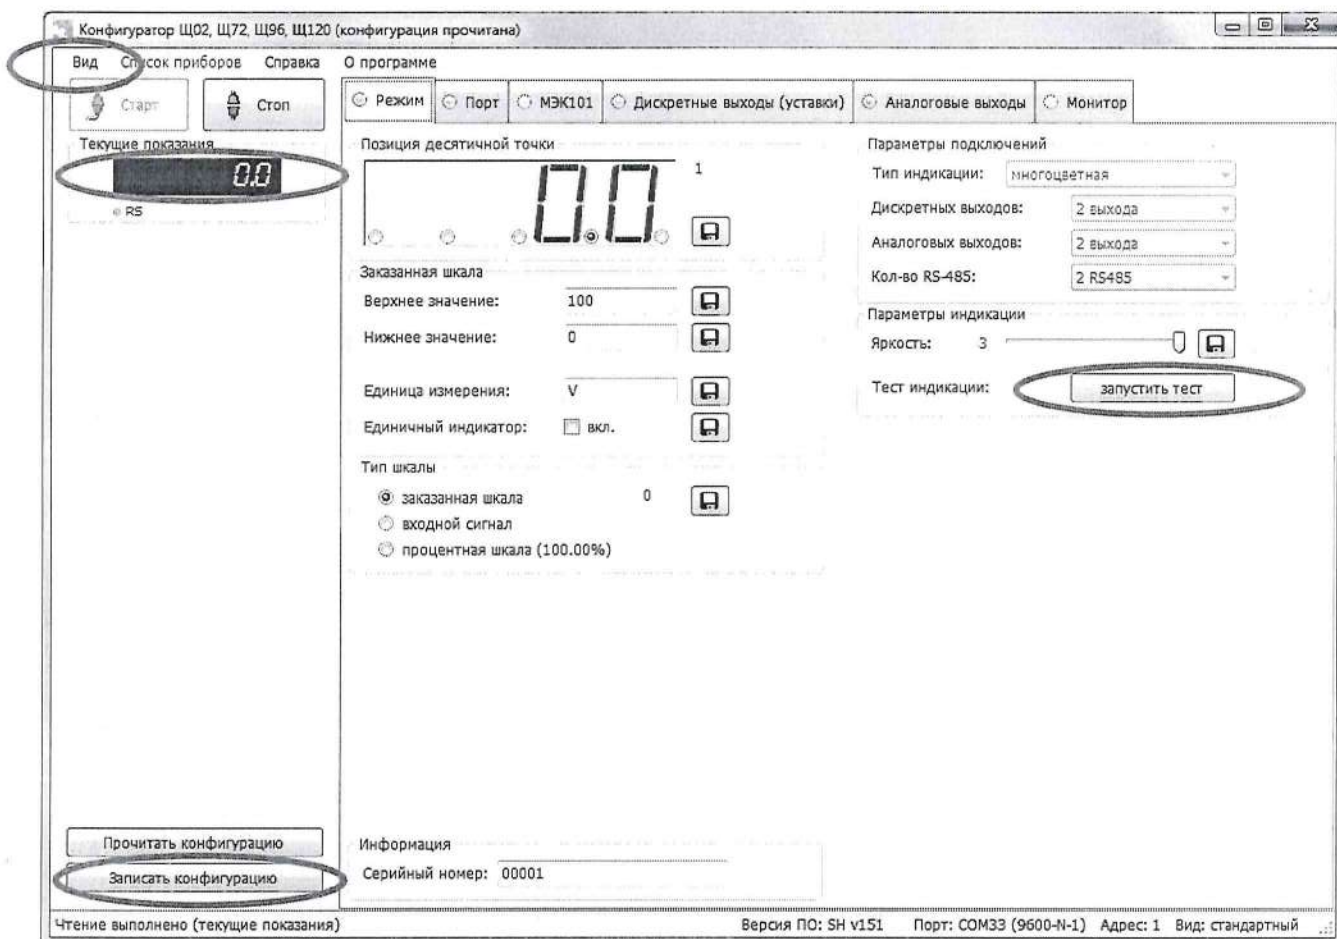

Рисунок 4.1 – Конфигуратор Щ (вкладка «Режим», стандартный вид)
Выбор вида программы осуществляется во вкладке «Вид» (рисунок 4.1).
- а) стандартный вид программы (рисунок 4.1):